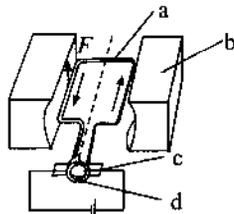

图 15.2-5
**例 2** 如图 15.2-5 所示,是直流电动机的结构示意图,请按图示的序号填写其主要部件的名称:a \_\_\_\_\_、b \_\_\_\_\_、c \_\_\_\_\_、d \_\_\_\_\_;它的工作原理是\_\_\_\_\_ ;它是把\_\_\_\_\_ 能转化为\_\_\_\_\_ 能的机器。